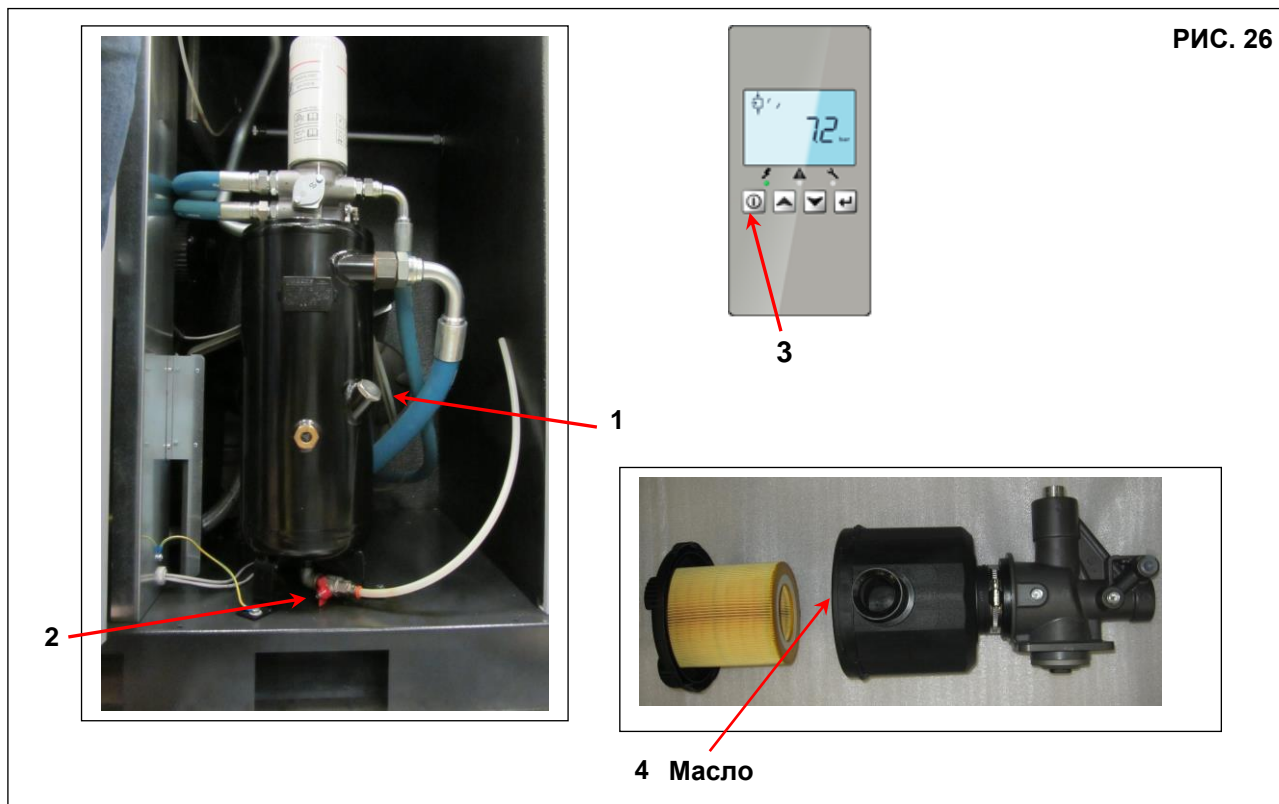

РИС. 26
После слива старого масла из машины поз. 2, рис. 26
- Полностью заполните маслоуловитель (поз. 1, рис. 26)
- Залейте немного масла во всасывающий блок Поз.4 Рис. 26.
- Приблизительно через 1 минуту выключите машину, нажав "СТОП" (поз. 3, рис. 26), машина остановится через 30 секунд работы на холостом ходу.